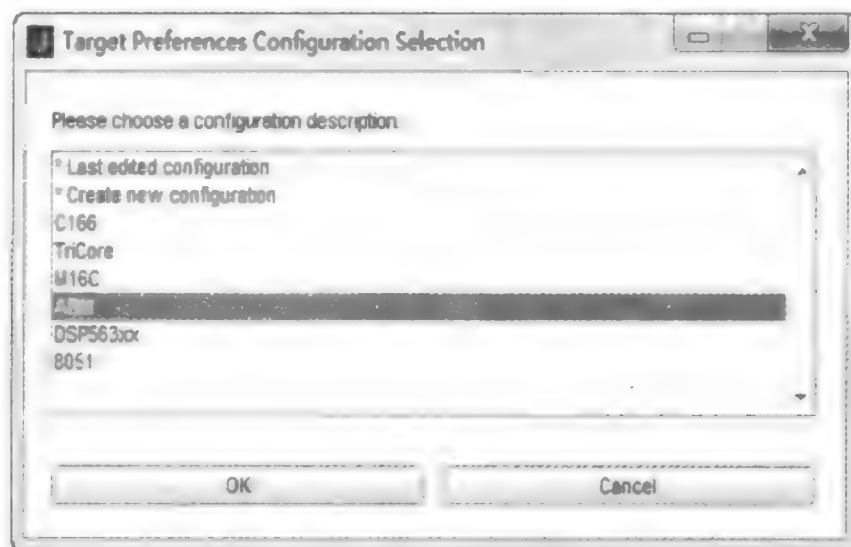

图 8.5.25 目标选择
选择模型菜单项 Tools→Utilities for Use with TASKING(R) IDE→Target Preferences,选择 ARM 选项,设置其目标选项,如图 8.5.25 所示。